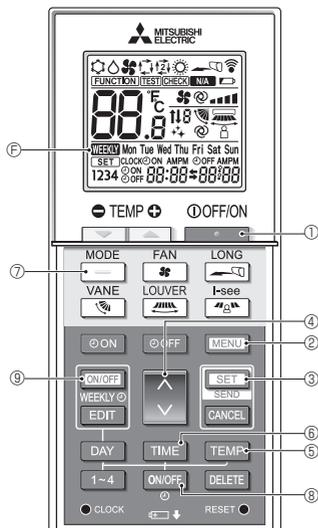

Fig. 3-1
1. Нажмите кнопку ①, чтобы остановить работу кондиционера воздуха.
- Если недельный таймер активирован, нажмите кнопку ① для отключения таймера. (⑨ исчезнет.)
2. Нажмите кнопку ②.
- Отобразится экран настройки Function (Настройка функций) и будет мигать числовое значение функции А. (Fig. 3-1)
- Нажмите кнопку ④, чтобы изменить числовое значение функции.
3. Убедитесь, что отображается числовое значение функции "1", затем нажмите кнопку ③.
- Нажмите кнопку ①.
- При каждом нажатии кнопки ① происходит переключение между элементами on и off.
- Нажмите кнопку ③.
- Номер функции А начнет мигать. (Fig. 3-1)
- Нажмите кнопку ②.